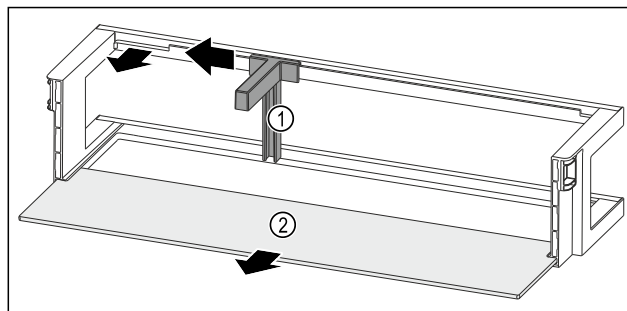

Fig. 97 Półka w drzwiach z uchwytem butelek i półką
- ▶ Przesunąć uchwyt butelek Fig. 97 (1) na bok do zagłębienia.
- ▶ Wyjąć uchwyt butelek Fig. 97 (1).
- ▶ Wyjąć półkę Fig. 97 (2).